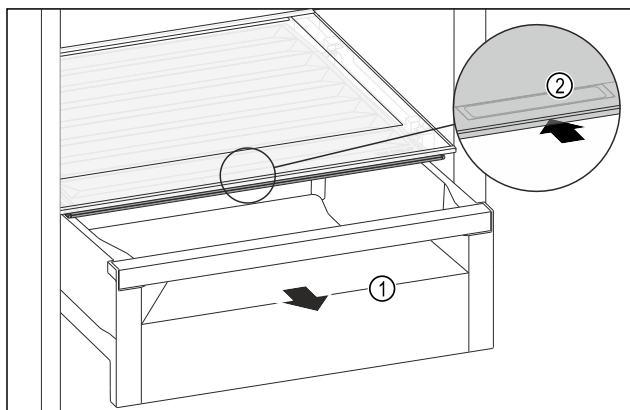

Fig. 131
- Retirer le tiroir Fig. 131 (1).
- Saisir la poignée encastrée Fig. 131 (2) du couvercle du compartiment et pousser le couvercle du compartiment vers l'arrière.